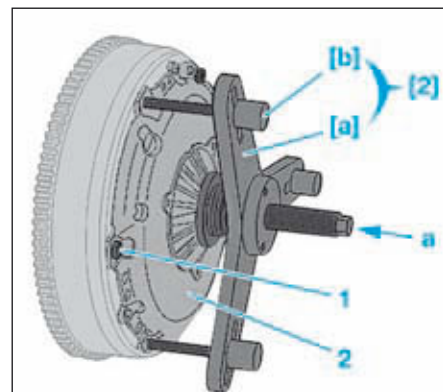

FIG.4
- Reposer le mécanisme d'embrayage (2) sans le disque d'embrayage.
- Positionner l'outil [2] sur le mécanisme d'embrayage (2) (Fig.4).
- le mécanisme d'embrayage (2) en agissant sur la vis centrale de l'outil [2] en (a),
- Mettre en place le mécanisme d'embrayage (2).
- Serrer, progressivement en diagonale et par passes successives, jusqu'au couple prescrit, les vis de fixation du mécanisme (Fig.4).
- Positionner le disque sur le volant moteur et le centrer à l'aide d'un mandrin de centrage approprié (1).
- Mettre en place (Fig.4) :
- le mécanisme d'embrayage (2),
- Comprimer le mécanisme d'embrayage (2) en agissant sur la vis centrale de l'outil [2] en (a).
- Reposer les 3 premières vis de fixation (1).
- Détendre le mécanisme d'embrayage (2).